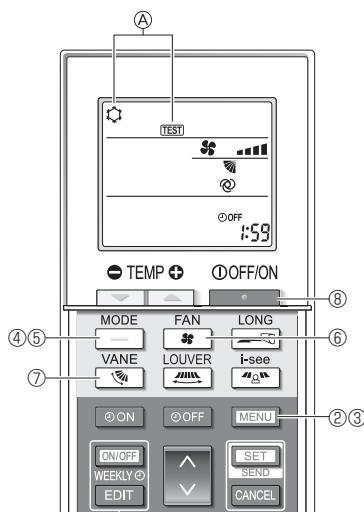

Fig. 8-5
- ① Mindestens 12 Stunden vor dem Testlauf den Netzstrom einschalten.
- ② Drücken Sie Taste **[MENU]** 5 Sekunden lang. (Fig. 8-5)
- ③ Drücken Sie die Taste **[MENU]**.
Es werden **① [TEST]** und die aktuelle Betriebsart angezeigt. (Fig. 8-5)
- ④ Drücken Sie die Taste **—**, um den Kühlmodus zu aktivieren, und prüfen Sie dann, ob Kaltluft aus dem Gerät geblasen wird.
- ⑤ Drücken Sie die Taste **—**, um den Heizmodus zu aktivieren, und prüfen Sie dann, ob Warmluft aus dem Gerät geblasen wird.
- ⑥ Drücken Sie die Taste **fan** und prüfen Sie, ob sich die Ventilatordrehzahl ändert.
- ⑦ Drücken Sie die Taste **vent** und prüfen Sie, ob die automatische Klappenfunktion einwandfrei funktioniert.
- ⑧ Drücken Sie die Taste **.**, um den Testlauf zu beenden.